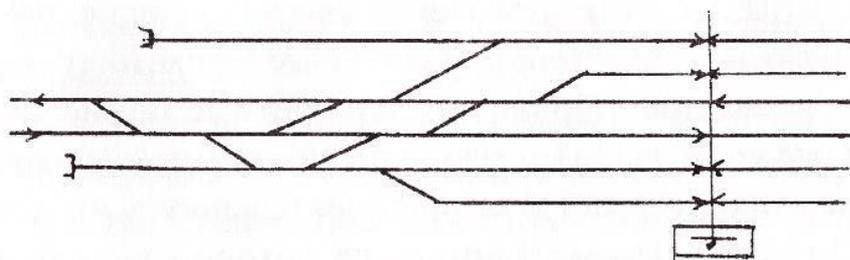

Рис.10
10. На схематическом плане четной горловины станции (рис. 10) пронумеруйте пути и стрелки, произведите расстановку изолирующих стыков, входных, выходных и маневровых светофоров. Составьте таблицу основных поездных маршрутов.